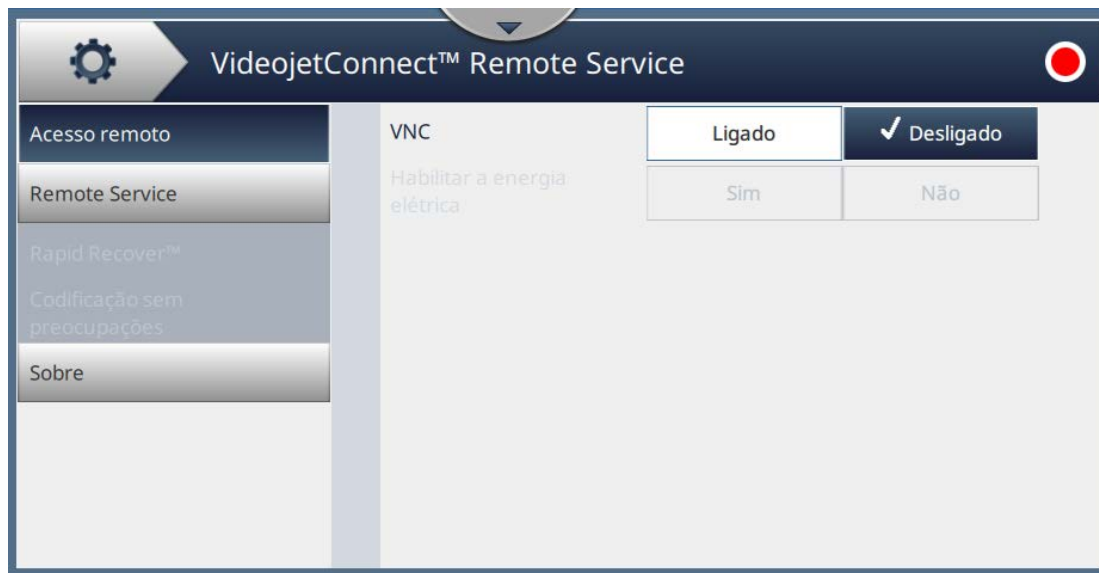

Figura 6-26: Tela VideojetConnect™ Remote Service
1. Toque no botão  na tela Ferramentas. A tela do VideojetConnect™ Remote Service é aberta, como mostra a Figura 6-26.